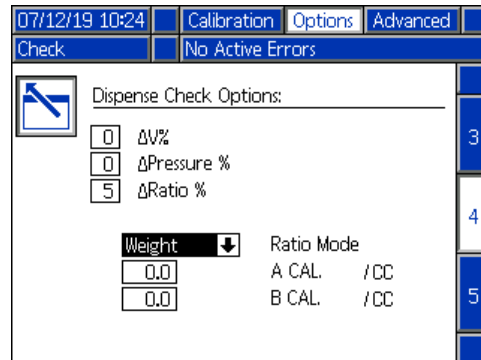

FIG. 32: Opciones de verificación de dispensación
11. Verifique que se haya introducido un porcentaje distinto a cero en el campo Relación delta y que se haya seleccionado un modo de relación (se recomienda peso). Consulte la FIG. 32.